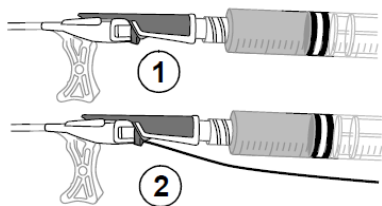

図 1:完全挿入位置のバルブツール
- バルブツールをシュアバルブに完全に挿入する(図1)。
① カテーテルが空の状態、② ガイドワイヤ/リードが挿入された状態
- 2) 上図のように(図 1)、バルブツールを使用し、生理食塩水又はヘパリン加生理食塩水でデリバリーカテーテルをフラッシュする。または、バルブツールを使用せず、シュアバルブにシリンジ(ルアーロック式でないタイプ)を接続してデリバリーカテーテルをフラッシュする。
- (1) シリンジ(ルアーロック式)をバルブツールに取り付ける。バルブツールの先端を造影剤の中に入れ、シリンジプランジヤを引いて造影剤を吸引する。
- (2) 図 1 の①又は②に示すように、手順(1)で準備したバルブツールをシュアバルブに完全に挿入する。
- (3) シリンジプランジヤを押して、必要量の造影剤を注入する。